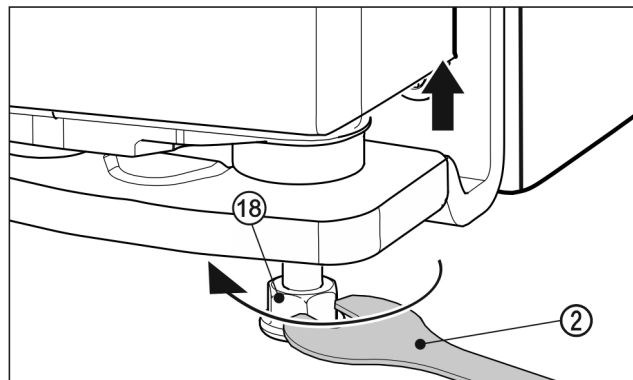

Fig. 26
- Zum Anheben der Tür den Stellfuß Fig. 26 (18) mit dem beiliegenden Gabelschlüssel Fig. 26 (2) rechtsherum bis Kontakt auf Fußboden herausdrehen. Dann weiter drehen bis die Tür in der Höhe verstellt ist. Im Auslieferungszustand ist der Lagerbolzen ganz eingedreht.